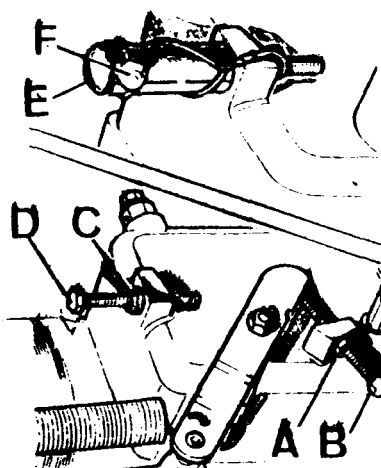

Fig. A3-41 Tornillos de regulación de revoluciones
- Después de aflojar la contratuerca, A (Fig. A3-41) se hará girar el tornillo de ajuste, B, lo que sea necesario, hacia la derecha para aumentar la velocidad, o hacia la izquierda para disminuirla.
- b) Después se aflojará la contratuerca, C (Fig. A3-41) y se girará el tornillo de ajuste, D, hacia la izquierda para aumentar de revoluciones o hacia la derecha para disminuir. A la vez se irán haciendo sucesivas comprobaciones de revoluciones con el tacómetro, hasta conseguir las 4.200 r.p.m.
- c) Una vez conseguidas las 4.200 r.p.m., apretar la contratuerca, C (Fig. A3-41) y montar el capuchón, E, y el precinto, F.